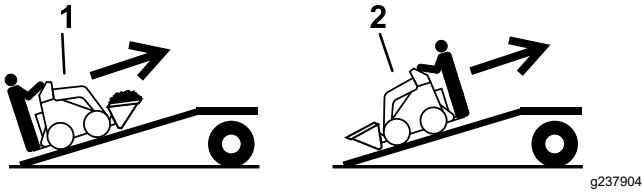

Figura 14
5. Cargue la máquina en el remolque por la rampa con el extremo más pesado hacia arriba, y la carga en la posición más baja posible (Figura 14).